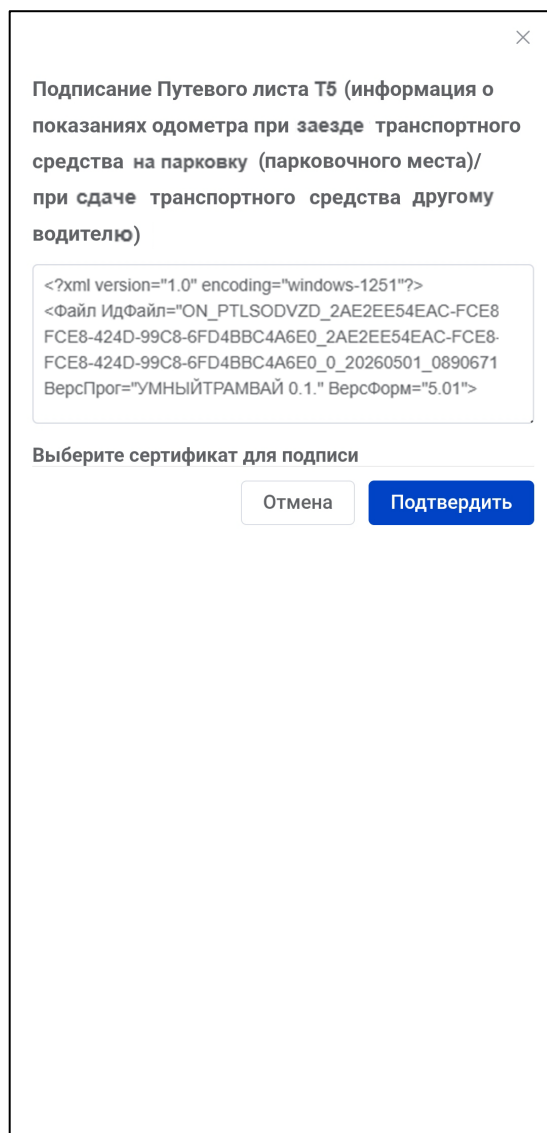

Рисунок 34 – Подписание Титула 5 ЭПЛ
5) Если результат приемки ТС после возвращения из рейса успешный, то на следующем шаге показан сформированный на основе результатов приемки Титул 5 ЭПЛ для подписания и отправки в ЭДО. Выбрать сертификат подписи и нажать «Подтвердить» (Рисунок 34). Если окно для подписания не открылось, то открыть его можно кнопкой «Подписать».